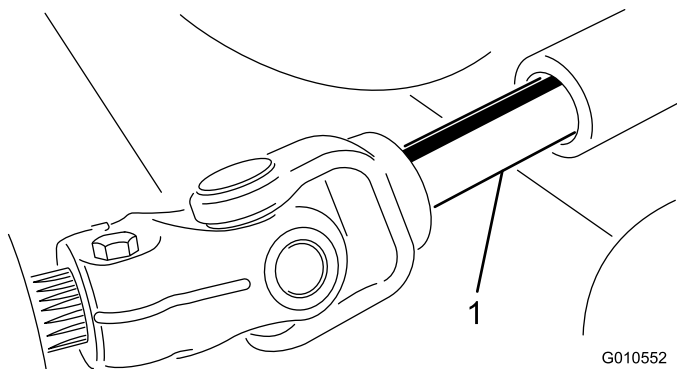

Figura 25
5. Allontanate l'apparato di taglio dal trattorino, separando le sezioni maschio e femmina dell'albero della presa di forza (Figura 25).
3. Inserite l'albero della presa di forza maschio nell'albero della presa di forza femmina (Figura 25).